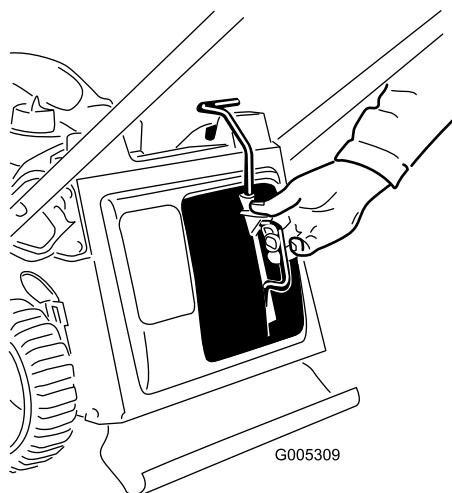

Bild 9
- Drücken Sie die Taste am Hebel mit dem Daumen und setzen Sie den Mulchverschluss ganz in die Öffnung ein (Bild 9).